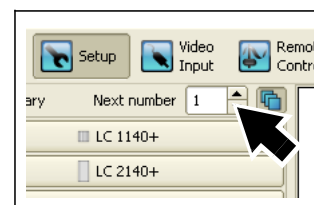

Рисунок 9:
2. См. рисунок 9. В файле конфигурации, в котором необходимо работать, открыть **окно Setup. Next number (Следующий номер)**, отмеченный стрелкой, должен быть установлен на **1**.